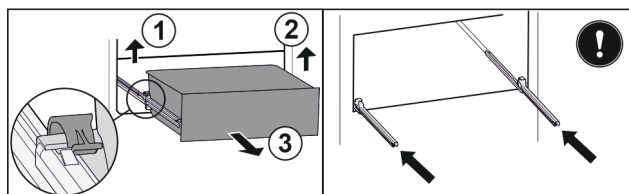

Fig. 191
- Sollevare il morsetto sinistro e allo stesso tempo tirare in avanti il cassetto sinistro. Fig. 191 (1)
- Sollevare il morsetto destro e allo stesso tempo tirare in avanti il cassetto destro. Fig. 191 (2)
- Rimuovere il cassetto tirandolo in avanti. Fig. 191 (3)